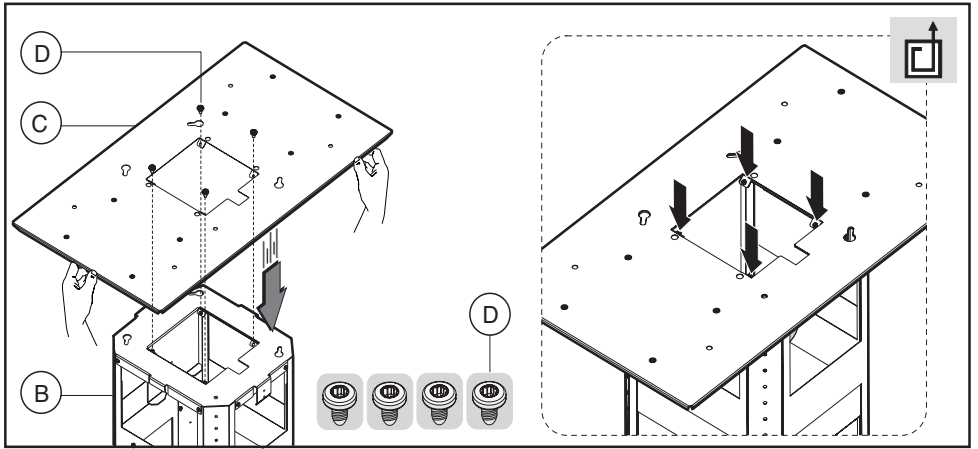

Fig.4
- Accoppiare la staffa fissaggio camino **C** con la struttura superiore **B** tramite le quattro viti **D** (Fig.4).